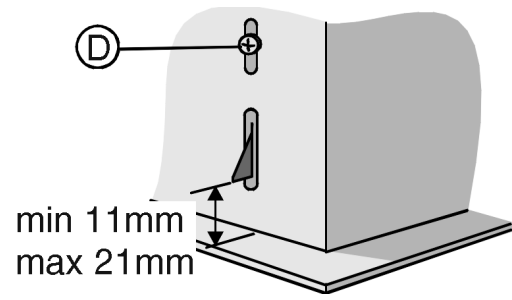

Fig. 10
2. Réglez la position du ressort latéral d'accrochage grâce à la vis « D » - fig. 10, suivant l'épaisseur du panneau percé sur lequel il sera ancré.